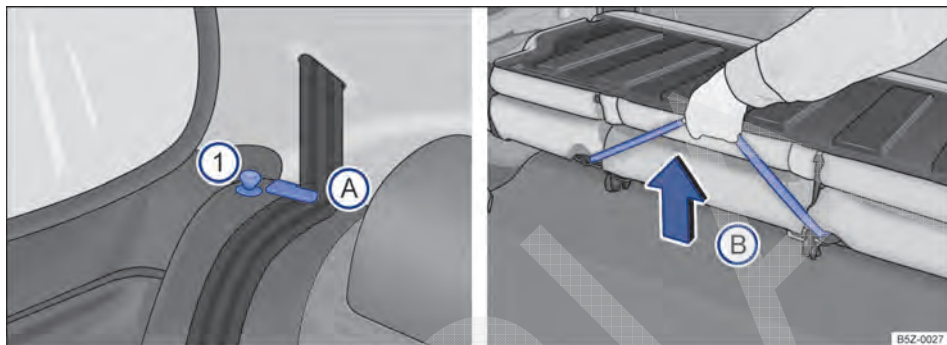

Fig. 71 Banco traseiro: pinos de destravamento ❶; posicionador para os cadarços dos cintos A; alça para destravamento do conjunto do assoalho B.
- Posicionar os cadarços dos cintos de segurança nos seus respectivos posicionadores → Fig. 71 A.
- Levantar o pino → Fig. 71 ❶ de destravamento em ambos os lados para cima e, ao mesmo tempo, rebater o encosto do banco traseiro para frente.
- Puxar a alça → Fig. 71 B para destravar o conjunto do assoalho e, ao mesmo tempo, levante-o **cuidadosamente** na direção dos bancos dianteiros.
- Segurar o banco traseiro pela alça → Fig. 71 B e, soltar de uma altura de 15 cm. ▶
- Retirar os cadarços do cinto de segurança do posicionadores → Fig. 71 (A). Para veículos com cintos de três pontos fixos, recolocar as linguetas nos respectivos fechos.